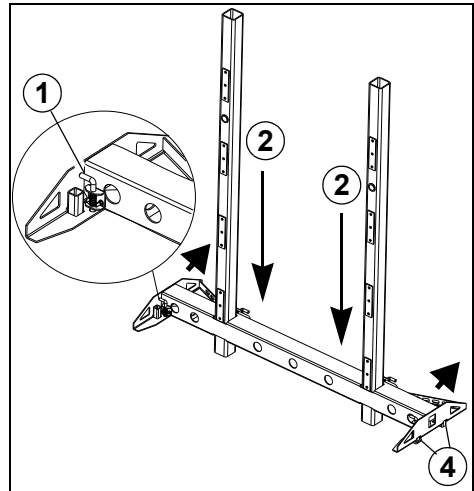

Figura 3 Soportes transversales y pilares
- 3 Mover el soporte transversal en dirección a la parte frontal del vehículo (siga las flechas del soporte transversal) hasta que encajen los pernos de seguridad (Figura 3/1).
- 6 Colocar los pilares (Figura 3/2) en los soportes transversales.